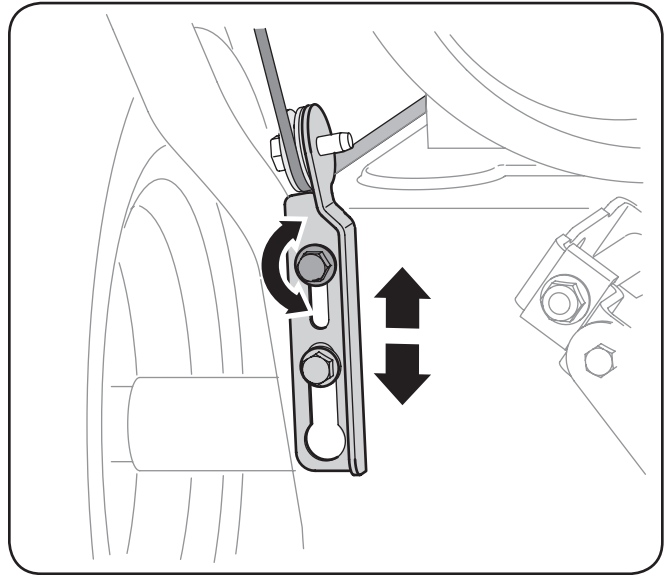

Figura 3-18
4. Deje la barrena engranada durante aproximadamente diez (10) segundos antes de soltar el control de la barrena. Repita esta operación varias veces.
7. Para volver a ajustar el cable de control, afloje la tuerca hexagonal superior en la ménsula del cable de la barrena. Vea la Figura 3-18.